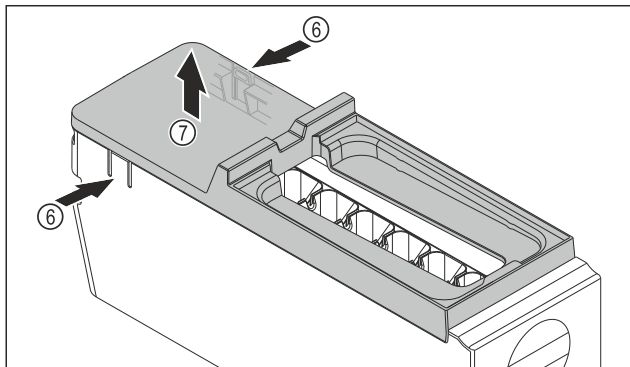

Fig. 142
- ▶ Szerelje le az EasyTwist-Ice egység testének fedelét: Nyomja meg az egyik kezével a fület *Fig. 142 (6)* az EasyTwist-Ice egység testének mindkét oldalán.
- ▶ Vegye ki a fedelet *Fig. 142 (7)* a másik kezével felfelé.